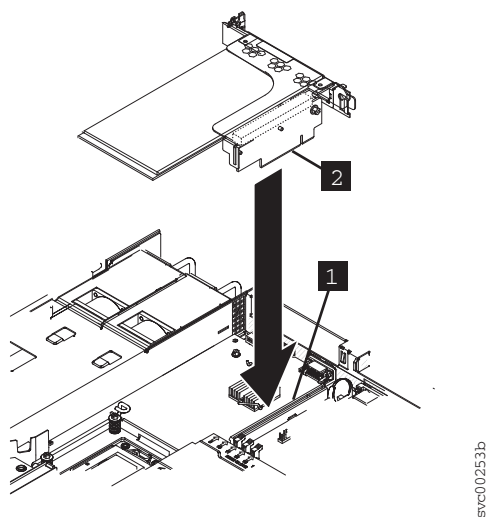

図 219. 2145-CG8 用の 10 Gbps イーサネット・ライザー・カード・アセンブリーの交換
4. 図 219 に示すように、10 Gbps イーサネット・ライザー・カード・アセンブリー・コネクタとシステム・ボード上の PCI スロット 2 コネクタの位置を合わせます。